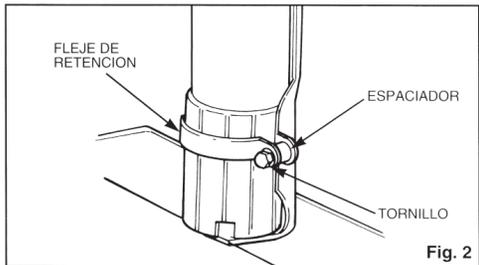

Fig. 2
6) Mientras se asienta firmemente la bomba de combustible en el soporte de la misma, instale el fleje de retención de la bomba de combustible y usando el espaciador y el tornillo más largo, como se ilustra (ver Fig. 2), asegure bien el tornillo en el soporte de la bomba.